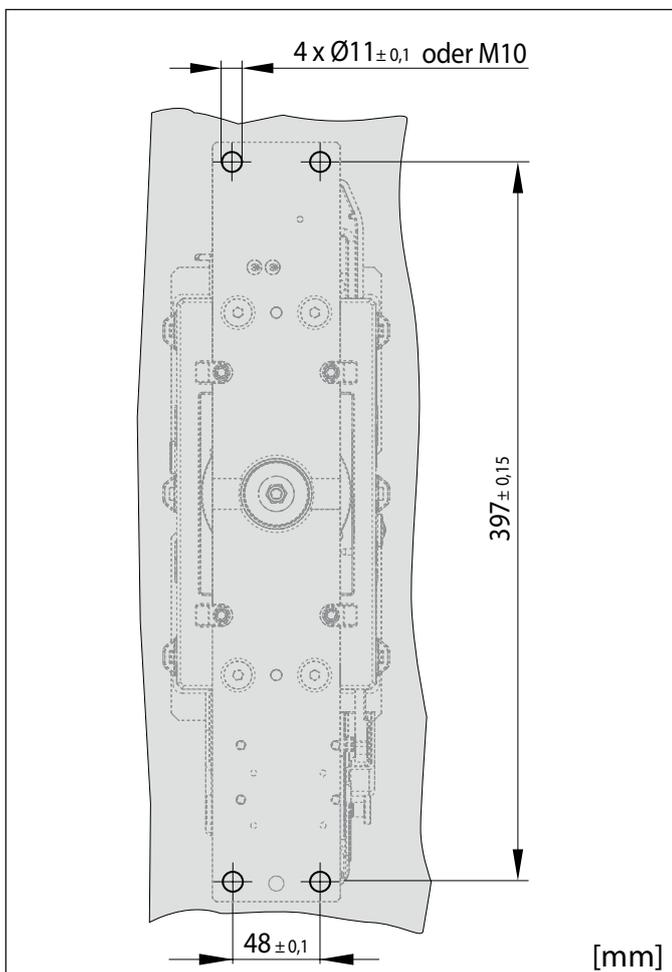
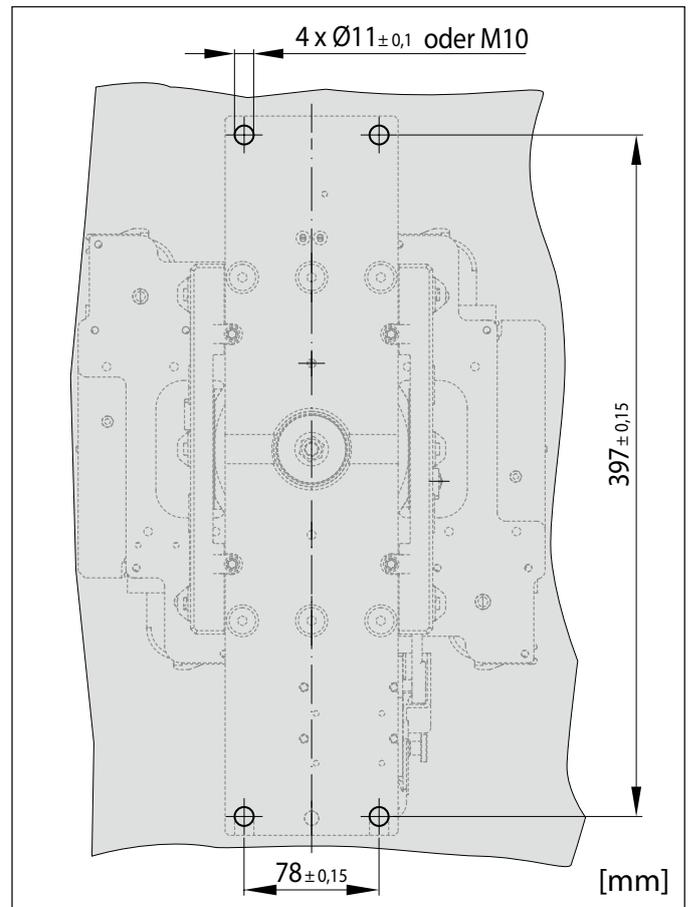

Abb. 5: CA 1115/CA 1130: Maße und Anordnung der Montagebohrungen (nicht maßstabsgetreu)
Abb. 6: CA 1315/CA 1330: Maße und Anordnung der Montagebohrungen (nicht maßstabsgetreu)
- ▶ An der Montageplatte bzw. am Einbaurahmen müssen 4 Montagebohrungen gemäß nachstehenden Maßzeichnungen (*Abb. 5* bzw. *Abb. 6*) vorbereitet werden.